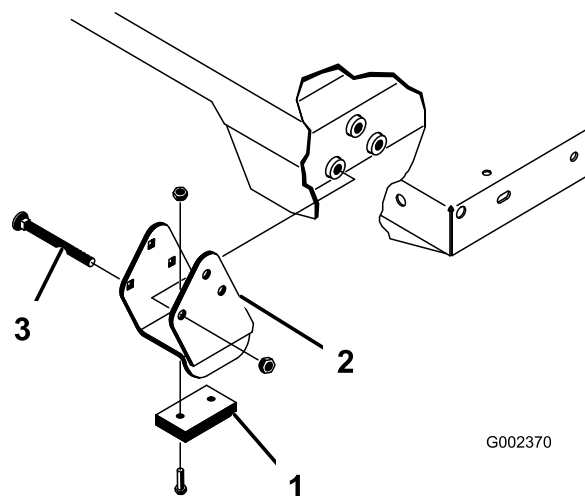

Figure 34
Remarque: Les entretoises et les cales d'usure (Figure 34) doivent être installées avec les têtes des boulons à l'intérieur de la machine.
2. Placez le plateau sur le châssis du véhicule avec précaution et en alignant les trous des plaques de pivot arrière sur ceux du profilé arrière du châssis. Montez 2 axes de fixation et goupilles à anneau (Figure 34).
3. Abaissez le plateau, fixez chaque extrémité de la tige du vérin aux fentes appropriées dans les plaques de montage du plateau au moyen d'un axe et d'une goupille à anneau. Insérez l'axe de fixation par l'extérieur du plateau, la goupille à anneau étant à l'extérieur (Figure 34). Les fentes arrière sont réservées à l'installation du plateau complet et les fentes avant à l'installation du plateau 2/3.